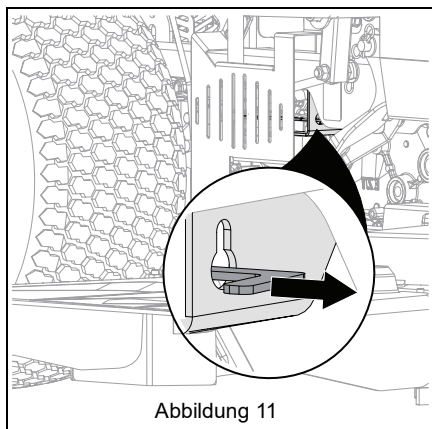

Abbildung 11
2. Beide Bypasshebel für die Transaxle in die Bypass-Stellung bringen. Siehe Abbildung 11.